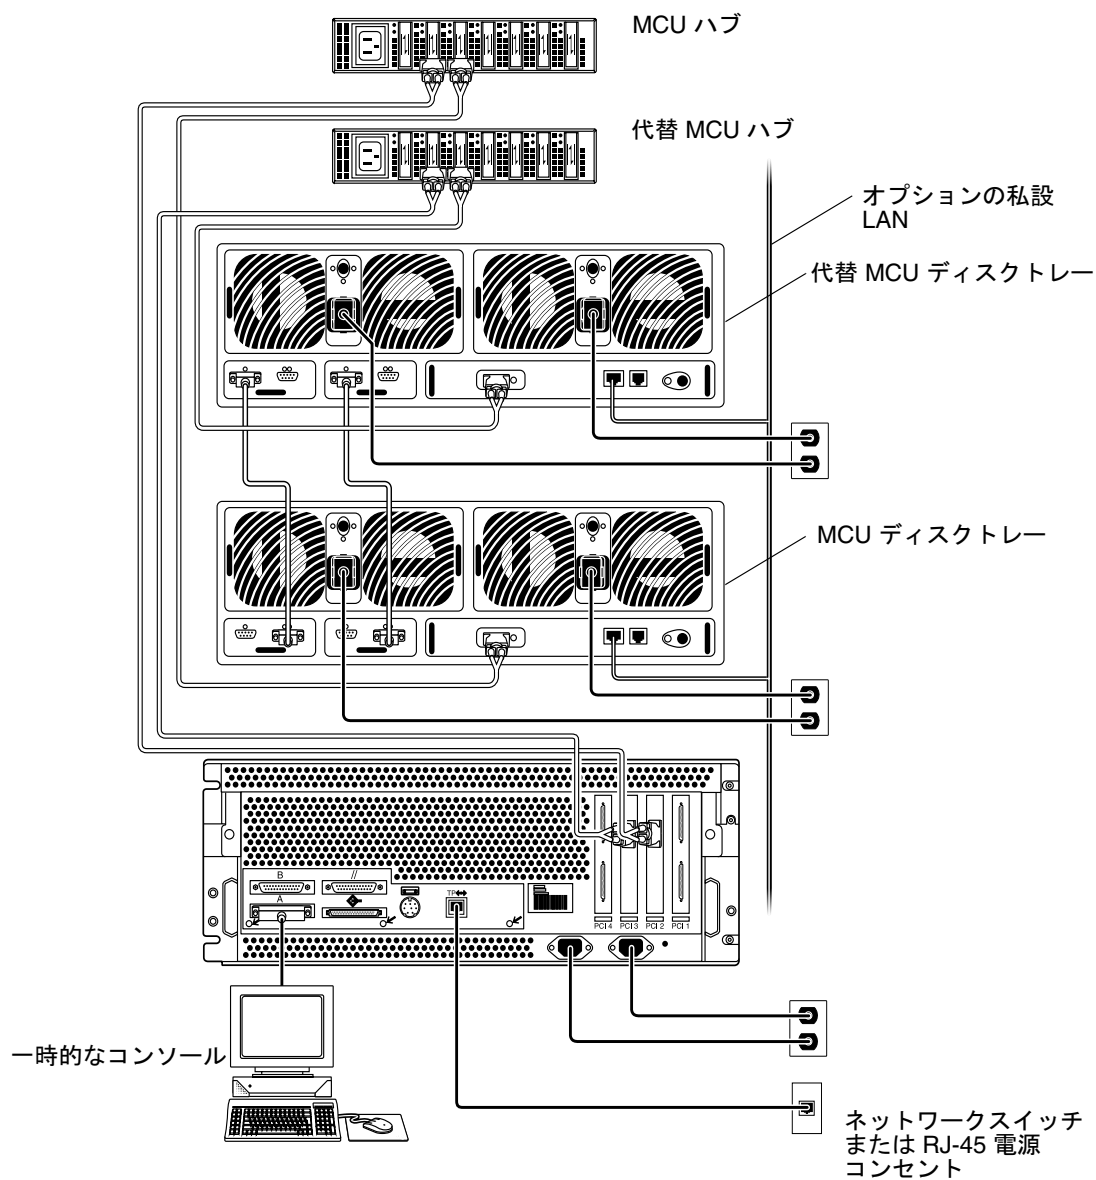
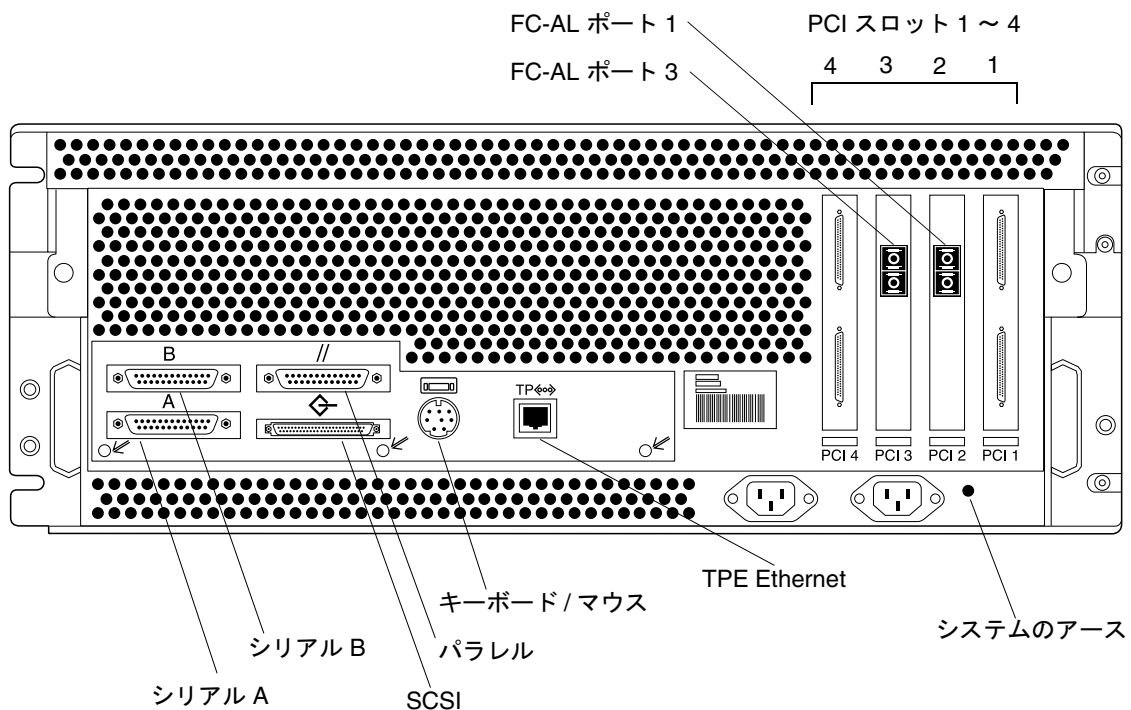
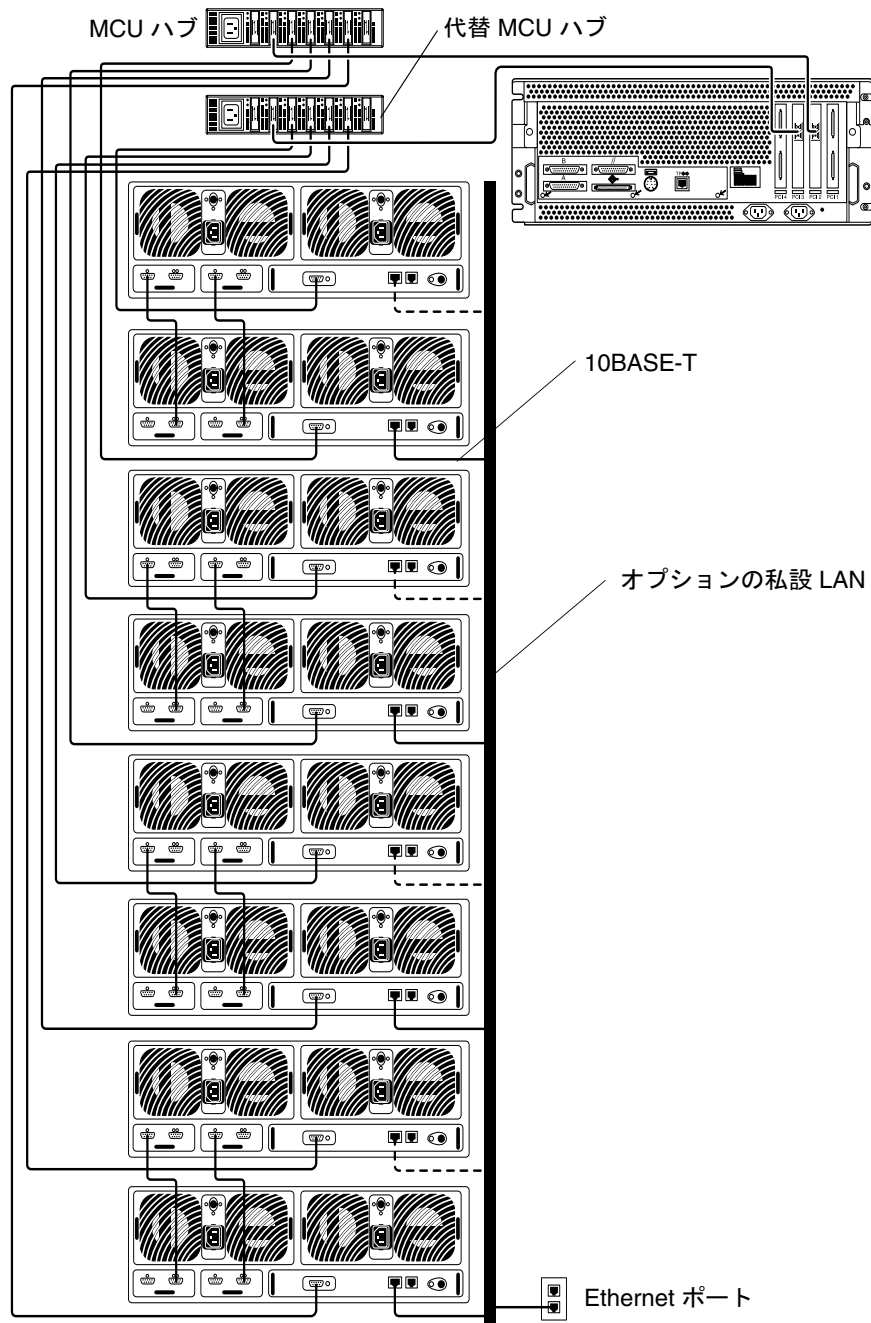

図 7 設定を目的とした Sun Enterprise 420R Server とディスクトレイのパートナーグループとの接続
図 8 Sun Enterprise 420R Server の背面パネルの詳細と接続
図 9 Sun StorEdge N8400 Filer の最大構成
3. 図 7 のように、光ファイバケーブルのもう一方の端を MCU ハブの FC-AL (Fibre Channel Arbitrated Loop) ポートに接続します。
6. 図 7、図 8、図 9 で示すように、MCU ハブ出力からの光ファイバケーブルを Sun Enterprise 420R Server の FC-AL ポート 1 に接続します。
7. 図 7、図 8、図 9 で示すように、代替 MCU ハブ出力からの光ファイバケーブルを Sun Enterprise 420R Server の FC-AL ポート 3 に接続します。
10. シリアルケーブルを使用して、Sun Enterprise 420R Server のシリアルポート A (図 7 を参照) とネットワークの初期構成中にコンソールとして動作するホストを一時的に接続します。
11. Sun Enterprise 420R Server に付属のネットワークより対線 Ethernet (TPE) ケーブルを、Sun Enterprise 420R Server のネットワークポート (図 7 および 図 8 を参照) からネットワークスイッチまたは TPE (RJ-45) 電源コンセントに接続します。
15. すべてのケーブルが図 7 および図 9 のように接続されていることを確認します。